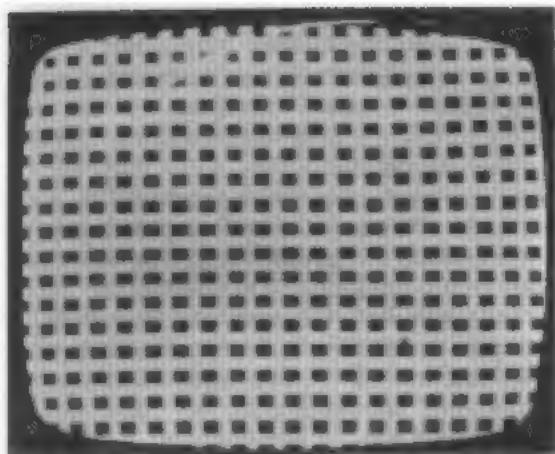
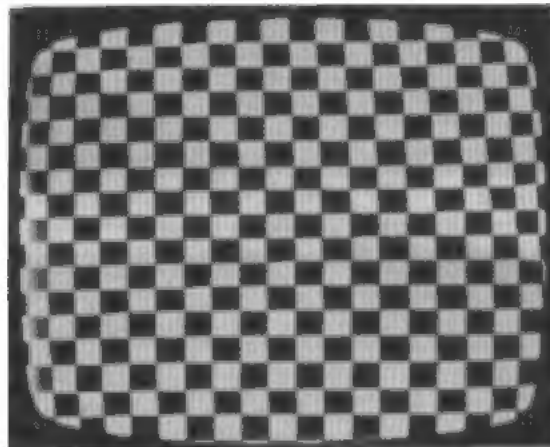

Bild 4
Bild 5
Um Gleichlauf mit dem Taktgeber zu erreichen, wird IC 06 nach jeder Zeile durch den Horizontal-Austast-Impuls (HA) des Taktgebers zurückgesetzt. Dieser zeilenfrequente Impuls steuert ferner einen 12-stufigen Binärteiler IC 07 an, dessen Ausgangssignale zwischen 7812 und 61 Hz zur Darstellung der horizontalen Balken verwendet werden. Durch den Vertikal-Austast-Impuls (VA) wird dieser Zähler zurückgesetzt. Bild 2 zeigt ein Bildschirmfoto des Bildmusters „Horizontale Balken“. In Bild 3 ist die Schaltung zur Erzeugung der einfachen Bildmuster zu sehen. Führt man horizontale und vertikale Balken über ein NAND-Gatter zusammen, so erhält man ein Streifengitter (Bild 4). Zusammenführung über ein Exklusiv-ODER-Gatter ergibt ein Schachbrett (Bild 5). Um etwas Abwechslung zu erhalten, wurden dazu verschiedenen Ausgangsfrequenzen herangezogen.